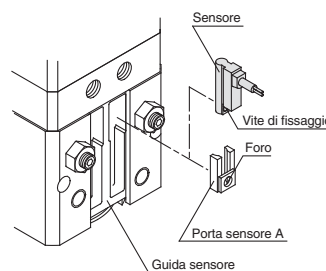

Figura 2
1. Posizionare il porta sensore A nella relativa sede come mostrato in figura 2.